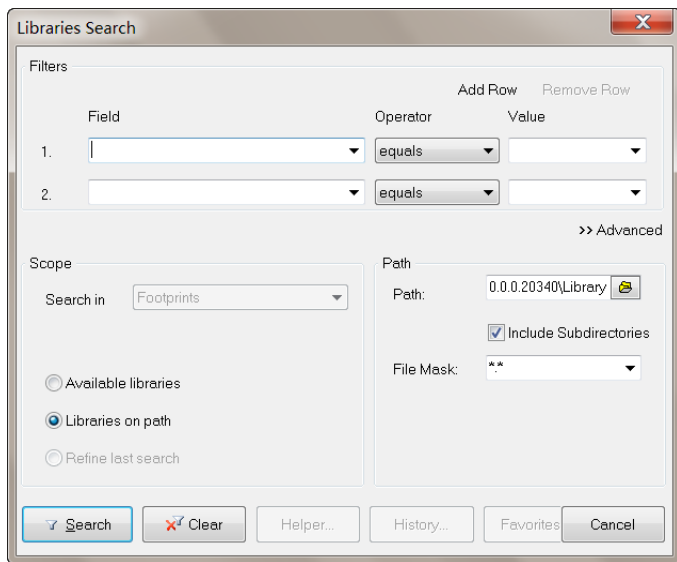

图 11-17 Libraries Search 对话框简单模式
① 对话框上半部的文本框用来输入查询语句，单击文本框右下角的 Simple 标签可以切换到简单模式。
② Scope 区域各项说明如下：
③ Path 区域各项说明如下:
2) 简单模式, 如图 11-17 所示。